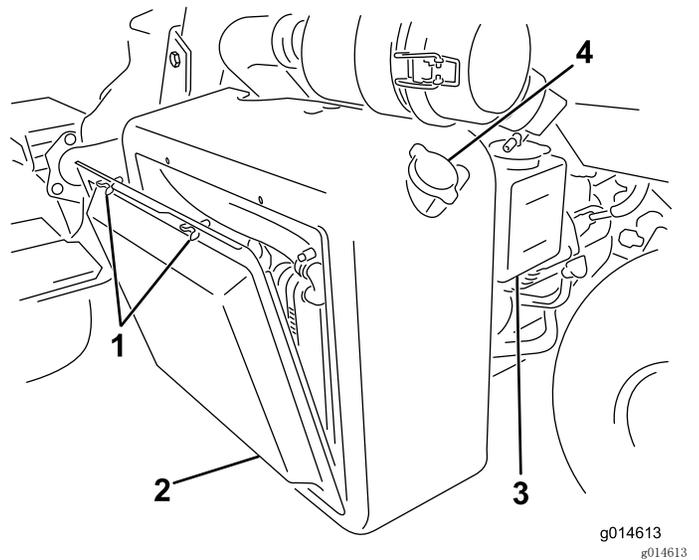
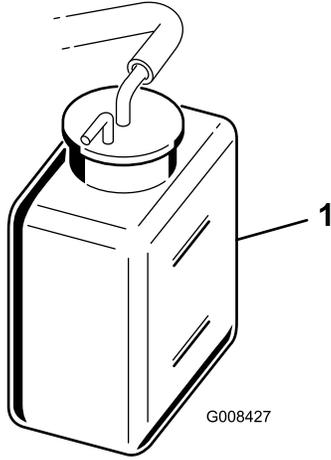

图41
图42
1. 拆下散热器吸风滤网（图41）。
2. 检查冷却液液位（图41 和图42）。